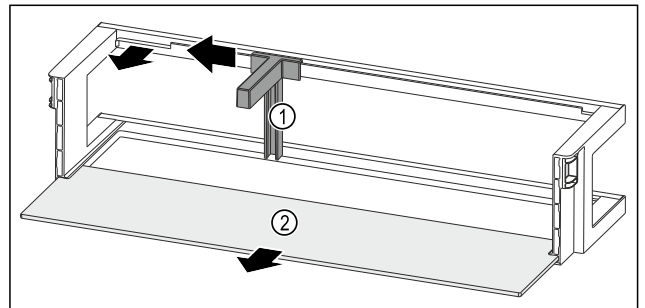

Fig. 240 Türabsteller mit Flaschenhalter und Abstellfläche
- ▶ Flaschenhalter Fig. 240 (1) bis zur Aussparung zur Seite schieben.
- ▶ Flaschenhalter Fig. 240 (1) entnehmen.
- ▶ Abstellfläche Fig. 240 (2) entnehmen.